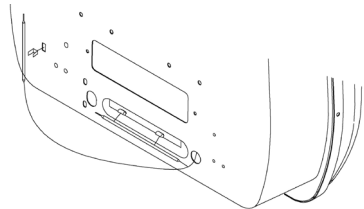

Figura 4 - Trasladarse del Bulbo Detector Termostato
2. Extraiga el sujetador del bulbo del paquete de partes metálicas e inserta en el orificio cuadrado. Luego inserte el bulbo detector en el sujetador del bulbo (consulte la Figura 4).